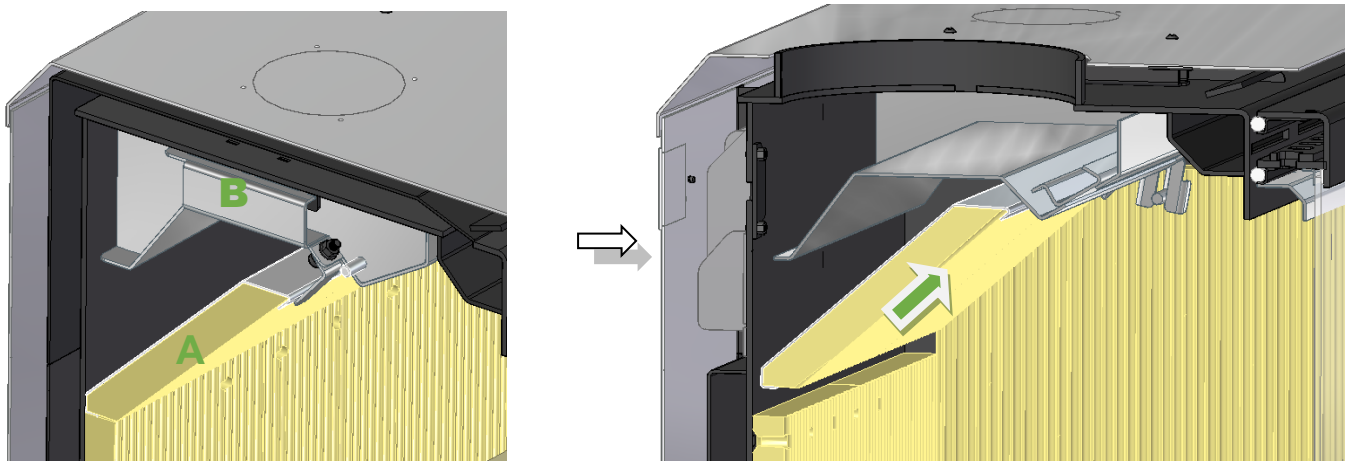
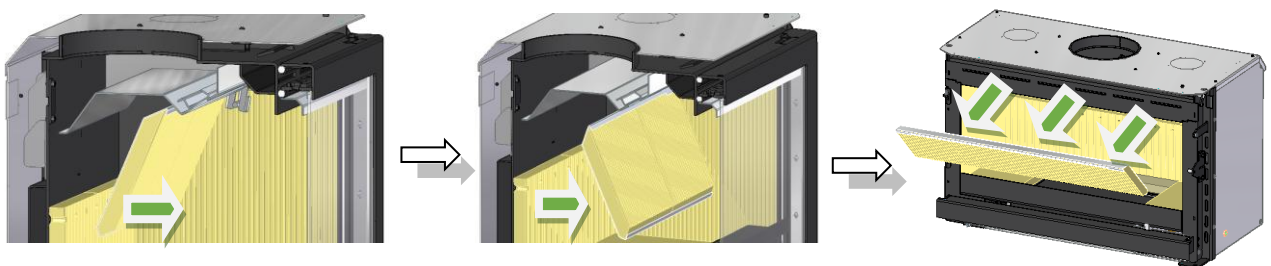

Figure 33 – Démontage du déflecteur de fumée
Figure 34 – Démontage du déflecteur de fumée
1. Ouvrez la porte et retirez le déflecteur de fumée (A). Pour ce faire, placez vos mains sur le déflecteur et déplacez le déflecteur vers le haut, ou tournez les languettes de support sur le côté, puis déplacez la partie inférieure du déflecteur vers vous et retirez le déflecteur, Figure 33 et Figure 34.